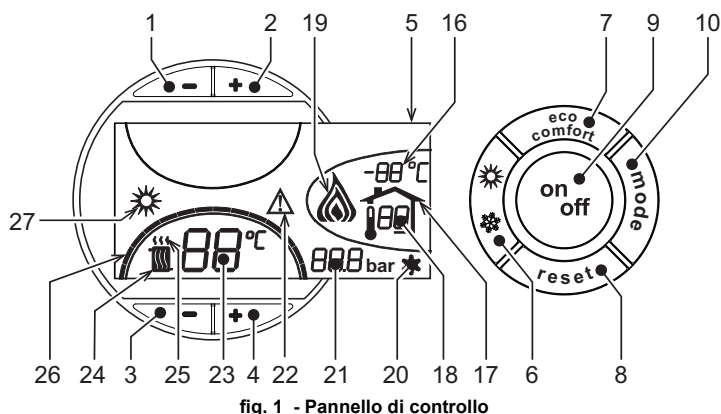
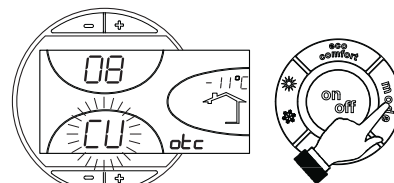
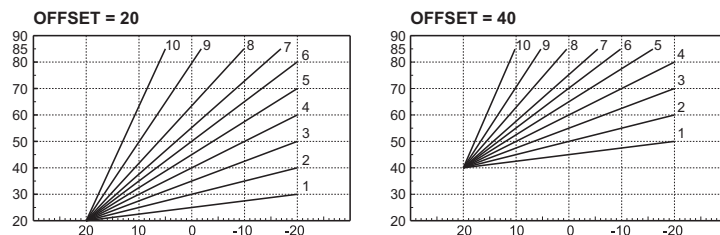

fig. 1 - Pannello di controllo
fig. 9 - Curva di compensazione
fig. 12 - Esempio di spostamento parallelo delle curve di compensazione
Premere il tasto **on/off** (part. 9 - fig. 1) per 1 secondo.
Per riaccendere la caldaia, premere nuovamente il tasto **on/off** (part. 9 - fig. 1) per 1 secondo.
- Premere il tasto ON/OFF (9 - fig. 1)
Premere il tasto **estate/inverno** (part. 6 - fig. 1) per 1 secondo.
Il display attiva il simbolo Estate (part. 27 - fig. 1): la caldaia erogherà solo acqua sanitaria. Rimane attivo il sistema antigelo.
Per disattivare la modalità Estate, premere nuovamente il tasto **estate/inverno** (part. 6 - fig. 1) per 1 secondo.
Agire sui **tasti riscaldamento** (part. 3 e 4 - fig. 1) per variare la temperatura da un minimo di 30 °C ad un massimo di 80°C.
Agire sui **tasti sanitario** +/- (part. 1 e 2 - fig. 1) per variare la temperatura da un minimo di 10°C ad un massimo di 65°C.
Quando viene installata la sonda esterna (opzionale) sul display del pannello comandi (part. 5 - fig. 1) è visualizzata l'attuale temperatura esterna rilevata dalla sonda esterna stessa. Il sistema di regolazione caldaia lavora con "Temperatura Scorrevole". In questa modalità, la temperatura dell'impianto di riscaldamento viene regolata a seconda delle condizioni climatiche esterne, in modo da garantire un elevato comfort e risparmio energetico durante tutto il periodo dell'anno. In particolare, all'aumentare della temperatura esterna viene diminuita la temperatura di mandata impianto, a seconda di una determinata "curva di compensazione".
Con regolazione a Temperatura Scorrevole, la temperatura impostata attraverso i tasti riscaldamento +/- (part. 3 e 4 - fig. 1) diviene la massima temperatura di mandata impianto. Si consiglia di impostare al valore massimo per permettere al sistema di regolare in tutto il campo utile di funzionamento.
Premendo una volta il tasto **mode** (part. 10 - fig. 1) viene visualizzata l'attuale curva di compensazione (fig. 9) ed è possibile modificarla con i **tasti sanitario** (part. 1 e 2 - fig. 1).
Premendo i **tasti riscaldamento** (part. 3 e 4 - fig. 1) si accede allo spostamento parallelo delle curve (fig. 12), modificabile con i **tasti sanitario** (part. 1 e 2 - fig. 1).
Premendo nuovamente il tasto **mode** (part. 10 - fig. 1) si esce dalla modalità regolazione curve parallele.
Se alla caldaia è collegato il Cronocomando Remoto (opzionale), le regolazioni descritte in precedenza vengono gestite secondo quanto riportato nella tabella 1. Inoltre, sul display del pannello comandi (part. 5 - fig. 1), è visualizzata l'attuale temperatura ambiente rilevata dal Cronocomando Remoto stesso.
Selezione Eco/Comfort	Disabilitando il sanitario dal menù del Cronocomando Remoto, la caldaia seleziona la modalità Economy. In questa condizione, il tasto 7 - fig. 1 sul pannello caldaia, è disabilitato. Abilitando il sanitario dal menù del Cronocomando Remoto, la caldaia seleziona la modalità Comfort. In questa condizione, con il tasto 7 - fig. 1 sul pannello caldaia, è possibile selezionare una delle due modalità.